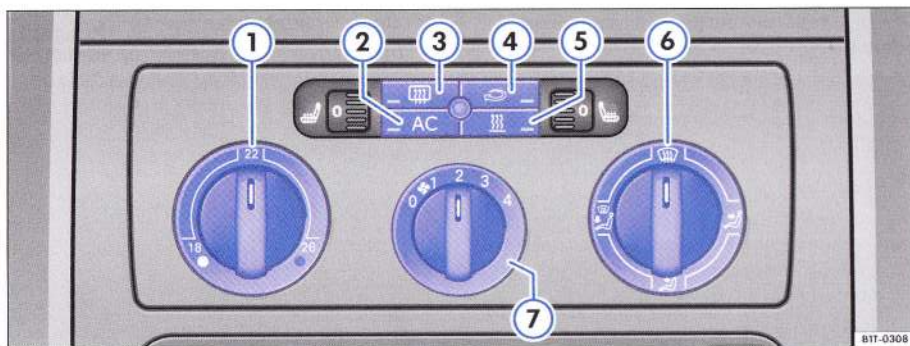

Fig. 107 În consola centrală: Elementele de comandă ale Climatic.
– De la reglatoarele ⇒ pagina 112, fig. 107" 1 și 6 și de la comutatorul 7 se reglează temperatura, distribuția aerului și treptele ventilatorului.
- ① Regulatorul de temperatură ⇒ pagina 113, "Încălzirea sau răcirea habitaculului".
- ② Tasta [AC] – activarea instalației de răcire (compresorul). Când se aprinde lampa de control din tastă, înseamnă că instalația de răcire este pornită.
- ③ Tasta [] – Încălzirea lunetei. Sistemul de încălzire a lunetei funcționează numai cu motorul pornit. După cca. 10 minute de la punerea contactului, încălzirea se va opri automat. Ea poate fi oprită prin apăsarea tastei.
- ④ Tasta [] – Recircularea aerului ⇒ pagina 115
- ⑤ Tasta [] – Tasta pentru încălzire rapidă⁶⁷⁾ ⇒ pagina 123, "Încălzirea suplimentară (încălzirea în staționare)"
- ⑥ Regulatorul de distribuție a aerului – De la acest regulator, curentul de aer se poate regla în direcția dorită.
- Porniți instalația de răcire de la tasta ⇒ pagina 112, fig. 107" [AC]. Lampa de control din tastă se stinge.
– Porniți instalația de răcire de la tasta → pagina 112, fig. 107" (AC). Lampa de control din tastă trebuie să se aprindă.